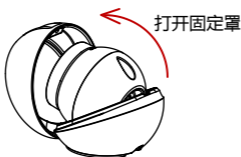

图3-3 取出球体
**步骤 3** 沿箭头方向打开固定罩，取出摄像机球体，如图 3-3 所示。